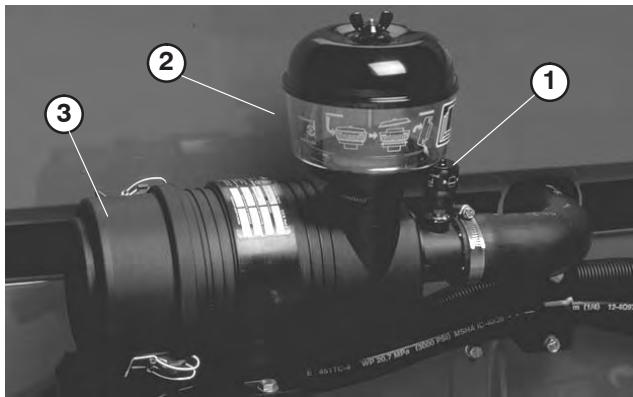

Figure 45
2. Faites l'entretien des filtres à air quand l'indicateur de colmatage (Fig. 45) est rouge ou toutes les 400 heures (plus souvent s'il y a beaucoup de poussière ou de saleté). N'effectuez pas l'entretien du filtre à air trop souvent.
9. Réarmez l'indicateur de colmatage (Fig. 45) s'il est rouge.